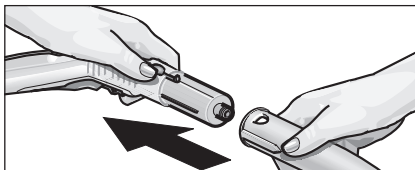

Fig. 2 : raccordement d'accessoires au pistolet à vapeur
- Raccordez l'accessoire souhaité (D1,E1,F1) au pistolet à vapeur (C1) en emboîtant l'extrémité en forme de tube de l'accessoire sur le pistolet à vapeur (C1). Enfoncez ensuite l'accessoire jusqu'à ce que la touche de verrouillage (C3) du pistolet à vapeur s'enclenche (voir fig. 2).